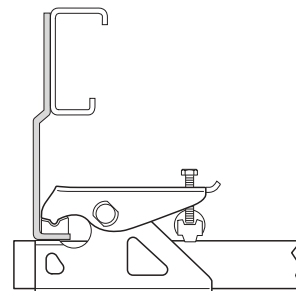
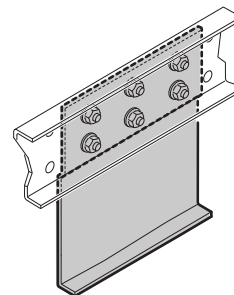

Fig. 8
Fig. 9
- Plaques de montage pour la compensation de la hauteur pour les châssis standard avec profilé en L ou en U et / ou pour les jonctions entre les entretoises avec système de fixation standard (Fig. 8) (Fig. 9).